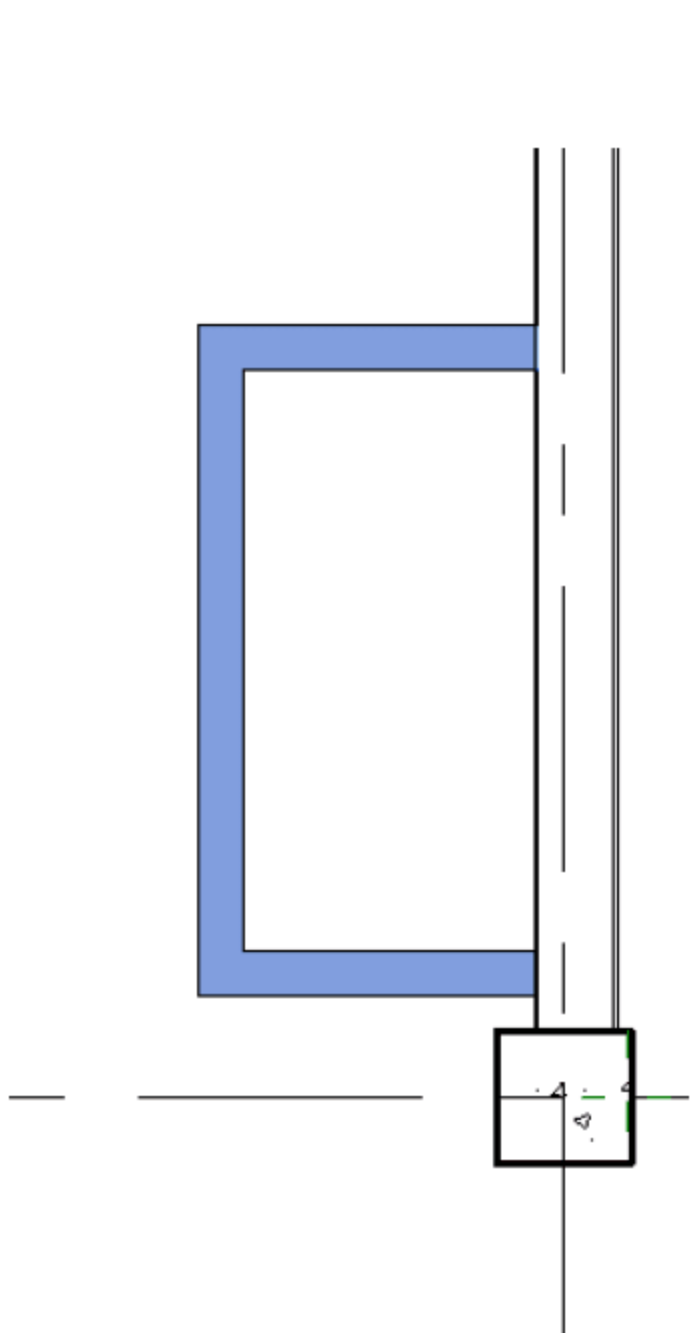

图 5.3.12 L-2 绘制完成
(8) 绘制 L-2。按快捷键 B+M（绘制梁命令），在“属性”面板中选择“混凝土-矩形梁”梁类型，选择 L-2 梁，将 L-2 分次绘制在梁定位处，如图 5.3.12 所示。